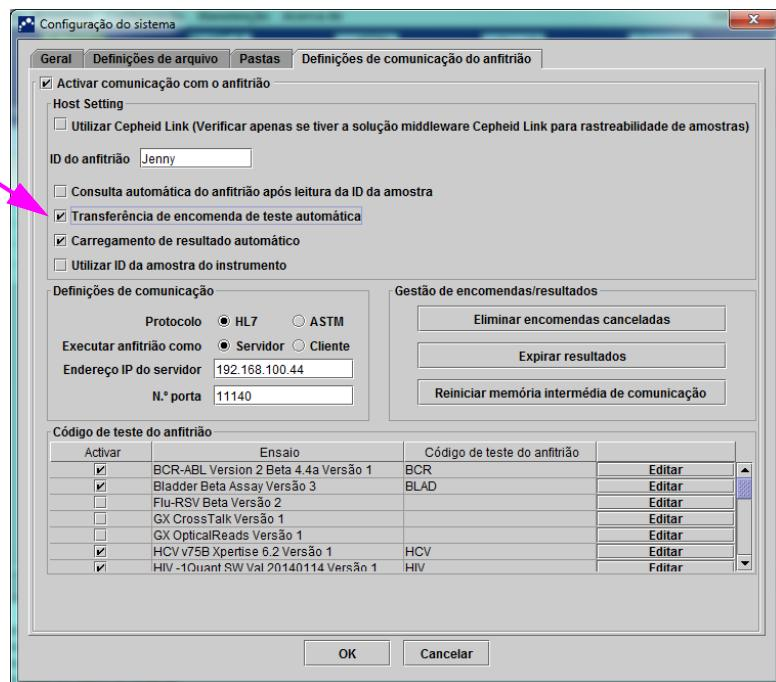

Figura 5-93. Transferência de encomenda de teste automática seleccionada
1. No separador **Definições de comunicação do anfitrião** da caixa de diálogo Configuração do sistema, clique na caixa de verificação **Transferência de encomenda de teste automática** para seleccionar e activar esta função. Consulte a figura 5-93.